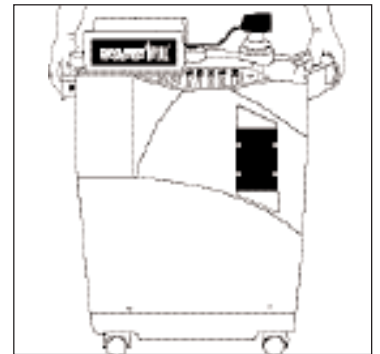

Abbildung 1
Es gibt drei (3) verschiedene Möglichkeiten, um die DeVilbiss iFill Sauerstoff-Füllstation sicher zu transportieren (Abbildung 1):